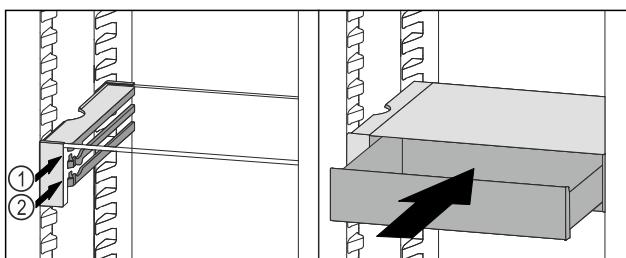

Fig. 116
- ▶ 将 VarioSafe 抽屉放置在所需肋梁 Fig. 116 (1) 或 Fig. 116 (2) 上的止动器后面。